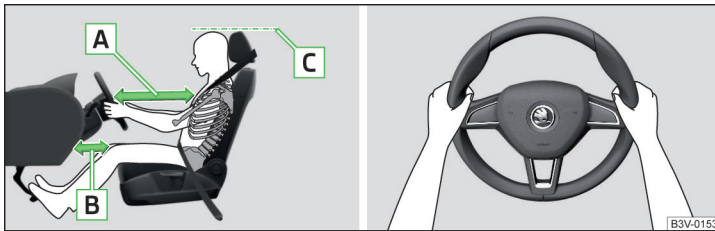

Abb. 1 Richtige Sitzposition des Fahrers / Richtige Lenkradhaltung
- Bei Fahrzeugen mit Fahrer-Knieairbag den Fahrersitz in Längsrichtung so einstellen, dass der Abstand **B** » Abb. 1 der Beine zur Schalttafel im Bereich des Knieairbags mindestens 10 cm beträgt.
- Das Lenkrad so einstellen, dass der Abstand **A** zwischen Lenkrad und Brustbein mindestens 25 cm beträgt » Abb. 1.
- Die Kopfstütze so einstellen, dass die Oberkante der Kopfstütze sich möglichst auf einer Höhe mit dem oberen Teil Ihres Kopfes befindet **C** » Abb. 1 (gilt nicht für Sitze mit integrierter Kopfstütze).
- Während der Fahrt das Lenkrad mit beiden Händen seitlich am äußeren Rand in der „9-Uhr“- und „3-Uhr“-Position festhalten » Abb. 1. Niemals das Lenkrad in der „12-Uhr“-Position oder in einer anderen Art und Weise festhalten (z. B. in der Lenkradmitte, am inneren Lenkradrand u. Ä.). Beim Auslösen des Fahrer-Airbags könnte man sich schwere Verletzungen an Armen, Händen und Kopf zuziehen.
- ✓ Die Kopfstütze so einstellen, dass die Oberkante der Kopfstütze sich möglichst auf einer Höhe mit dem oberen Teil Ihres Kopfes befindet **C** » Abb. 1 auf Seite 9 (gilt nicht für Sitze mit integrierter Kopfstütze).
- ✓ Die Kopfstütze so einstellen, dass die Oberkante der Kopfstütze sich möglichst auf einer Höhe mit dem oberen Teil des Kopfes befindet [C] » Abb. 1 auf Seite 9.